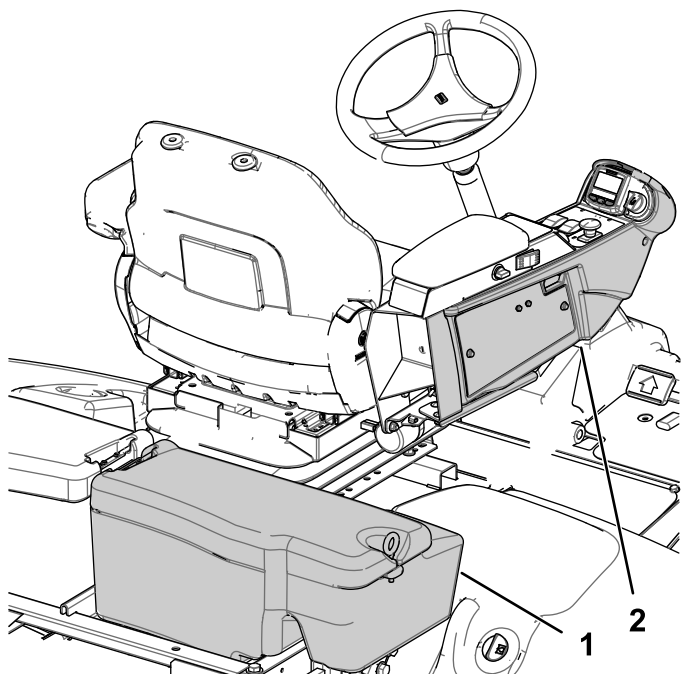

Рисунок 1
8. Снимите крышку правой стороны консоли, как показано на Рисунок 1.